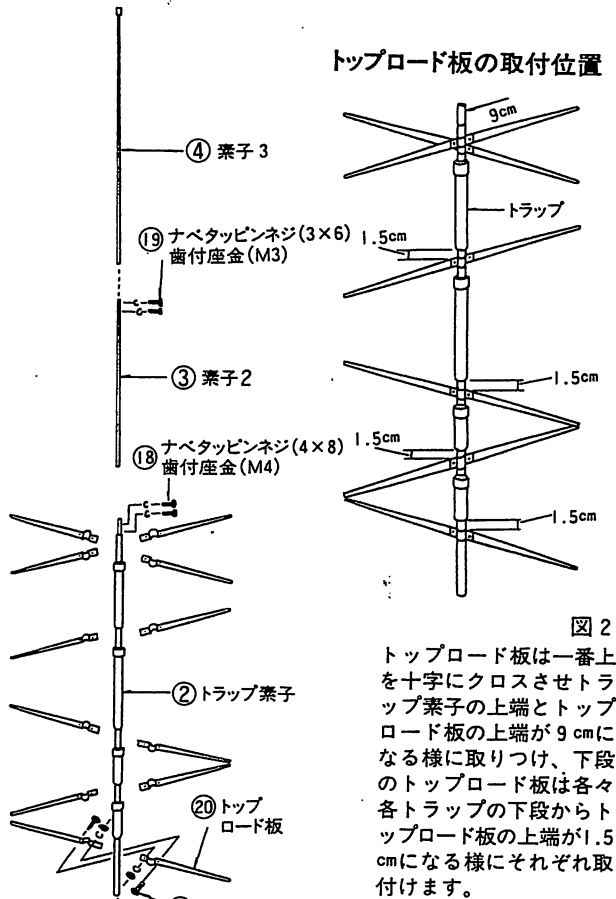

図 2
- 6) ①素子1、②トラップ素子、③素子2、④素子3をそれぞれ⑰ナベタッピンネジ(5×12) 歯付座金、⑱ナベタッピンネジ(4×8) 歯付座金(M4)、⑲ナベタッピンネジ(3×6) 歯付座金(M3)で接続し、図2のトップロード板の取付位置で指示したとおり⑳トップロード板を㉑ナベネジ(M4×10)スプリングワッシャ(M4)ナット(M4)でそれぞれ取付けます。
- 7) 組上げた素子部を給電部に差し込み⑲六角ボルト(M6×18)、歯付座金(M6)で固定します。